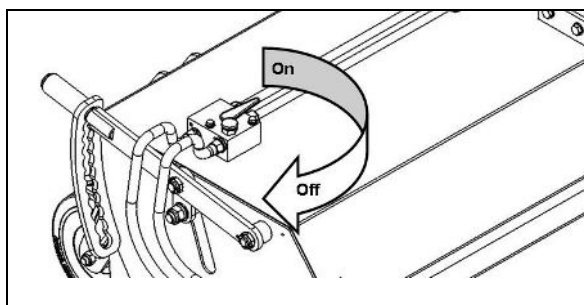
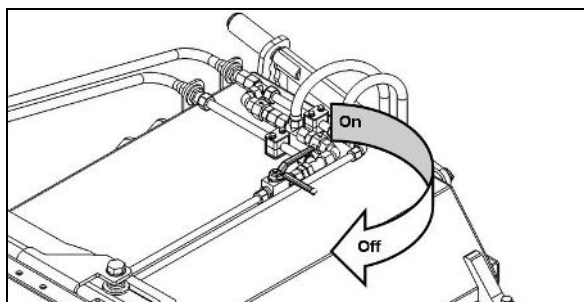

Fig. 4.31
Fig. 4.32
- Kontraventilen til hydraulikmotoren til sidebørsterne (fig. 4.31), og hydraulikcylinderen til opsamlerskabe tømning (fig. 4.32) lukkes.
- Støtthjul (1) skal vende bagud.